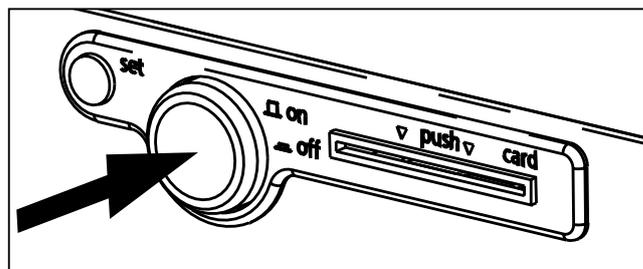

Fig. 15 Desconectar la cámara de clima constante
- ▶ Desconectar: presione el interruptor principal de manera que se introduzca en el equipo (Fig. 15).